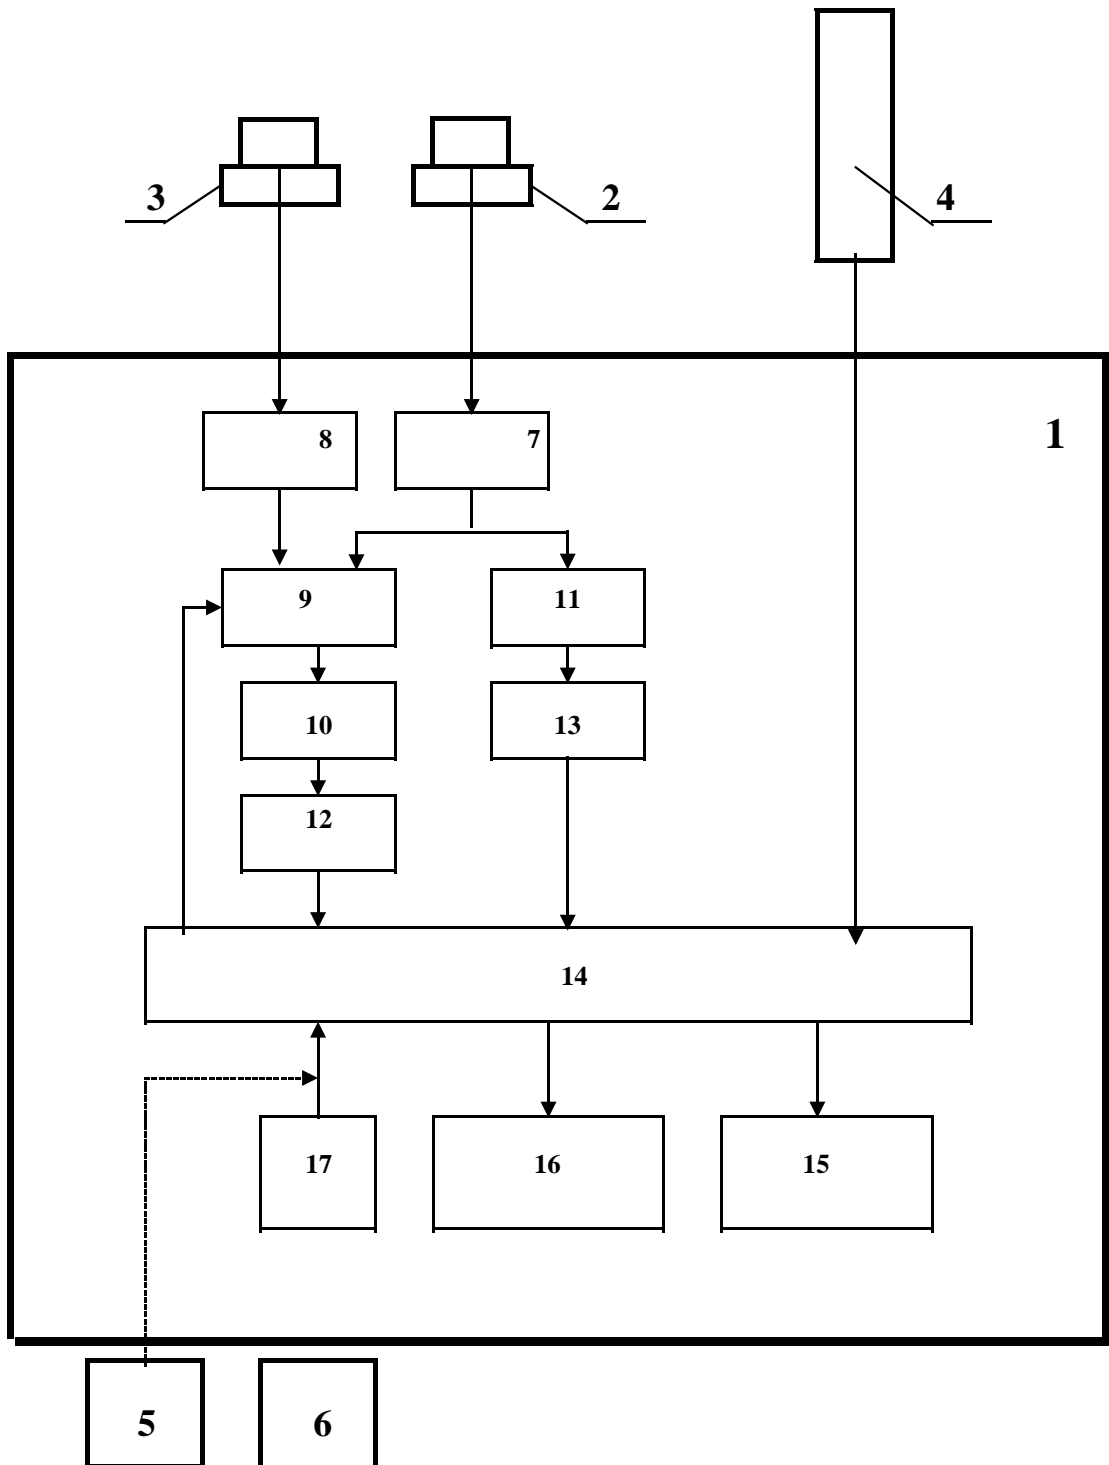

Рис. 4.3. Функциональная схема прибора ЦБ-3
**4.2.** Функциональная схема прибора приведена на рис.4.3.